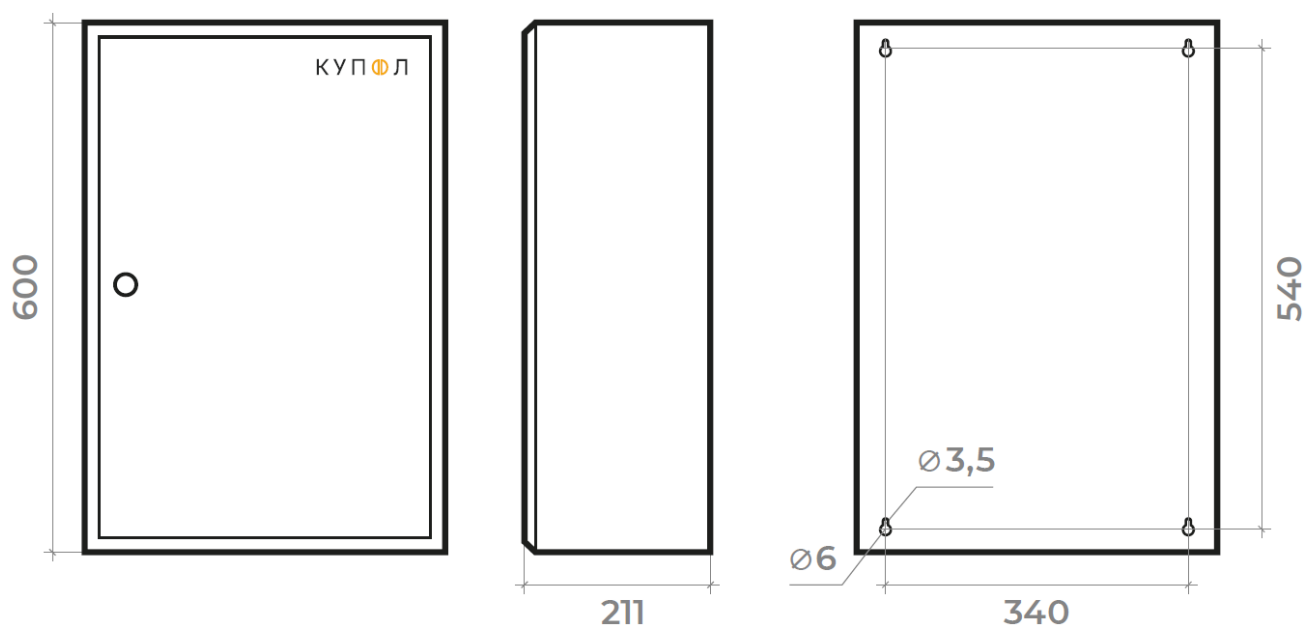
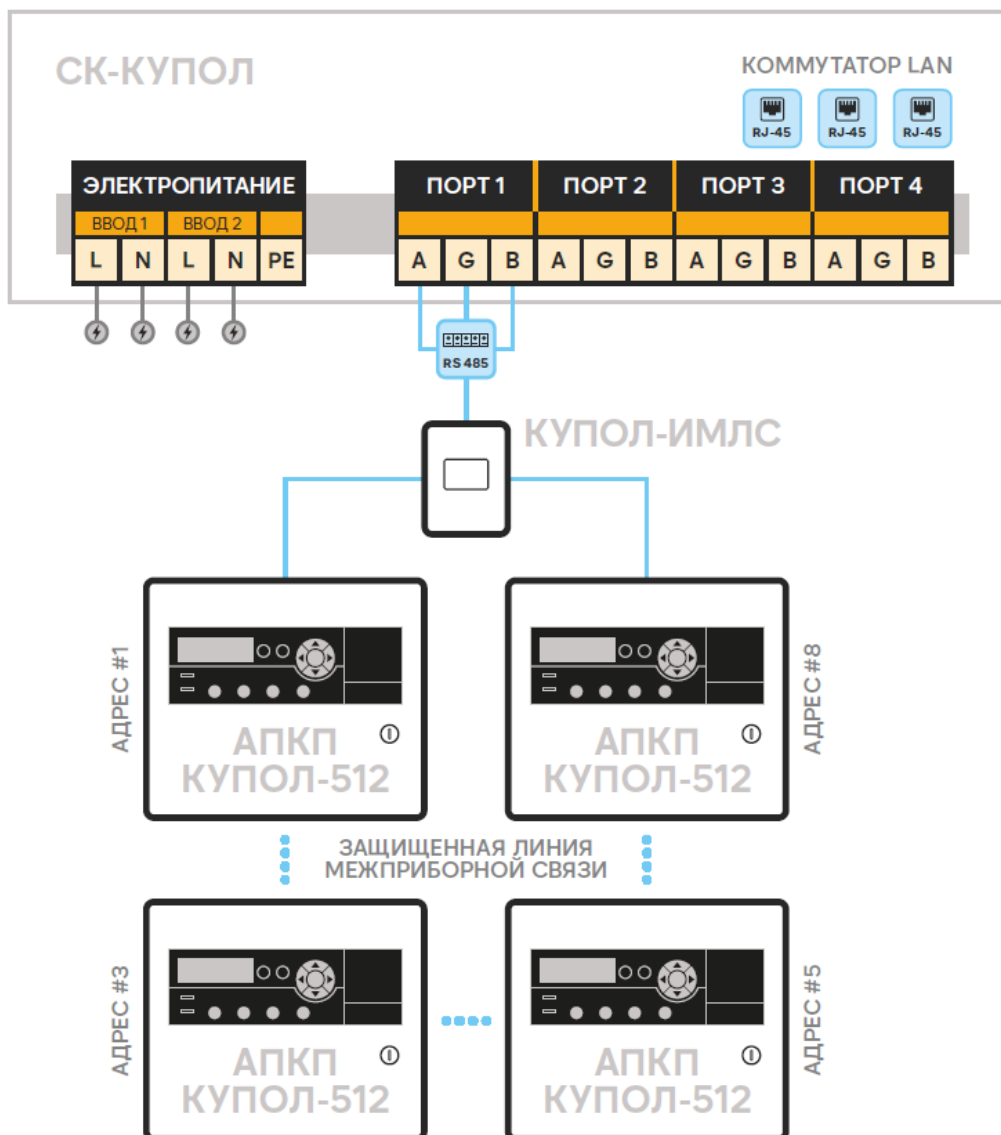

Рис.1. Габаритные и установочные размеры СК-КУПОЛ.
Рис.2. Схема подключения АПКП КУПОЛ-512 к СК-КУПОЛ.
2.1.2. Габаритные и установочные размеры контроллера представлены на рис.1, схема подключения на рис.2.